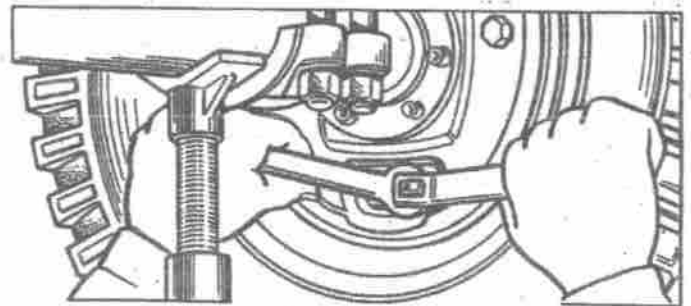

Bild 207. Einstellen der Bremsbacken der Hinterradbremsen mit Hilfe der Haltebolzen
3. Bremspedal mit beständiger Kraft 12...15 kp niedertrreten und Haltebolzen derart drehen, daß die Bremsbackenenden an den Haltebolzen die Bremstrommel berühren (Bild 207). Der Berührungsmoment wird dadurch gekennzeichnet, daß der Haltebolzen sich weiter nicht drehen läßt. In dieser Stellung die Muttern der Haltebolzen festziehen, indem darauf geachtet wird, daß sich die Haltebolzen hierbei nicht drehen.